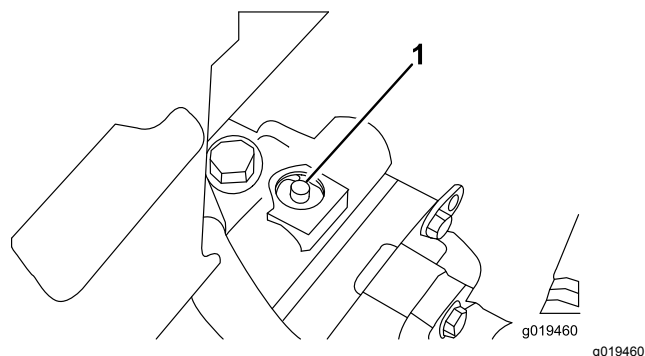

Figure 34
1. La vanne de dérivation se trouve en haut de la pompe à cylindrée variable (Figure 34). Tournez la vanne à 90° dans l'un ou l'autre sens pour l'ouvrir et dériver l'huile à l'intérieur de la transmission.